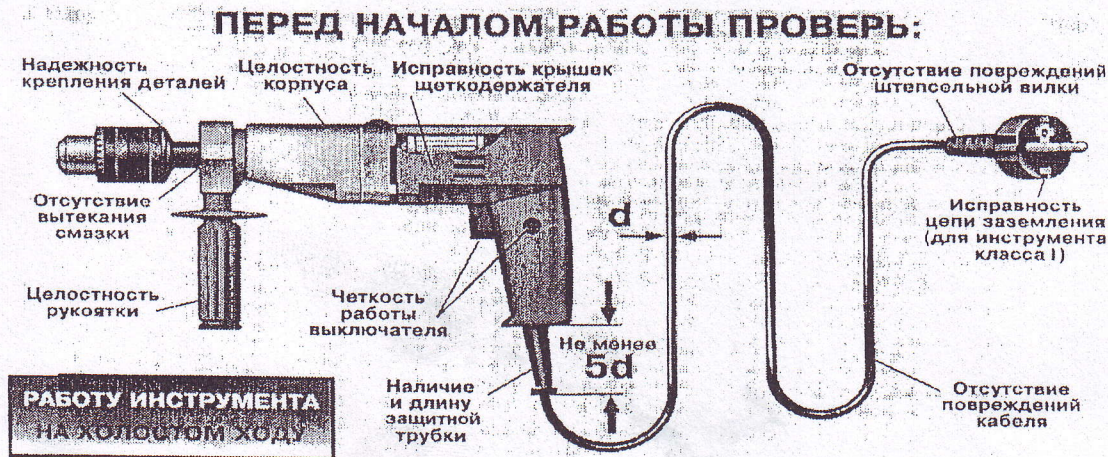

Рис. 7. Проверка ручных электрических машин перед началом работы (плакат)
- работу на холостом ходу (рис. 7).